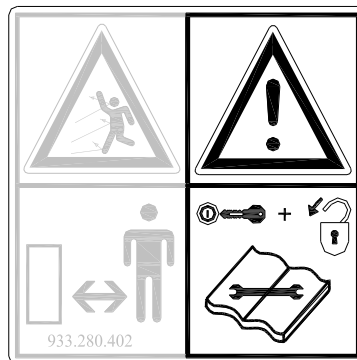
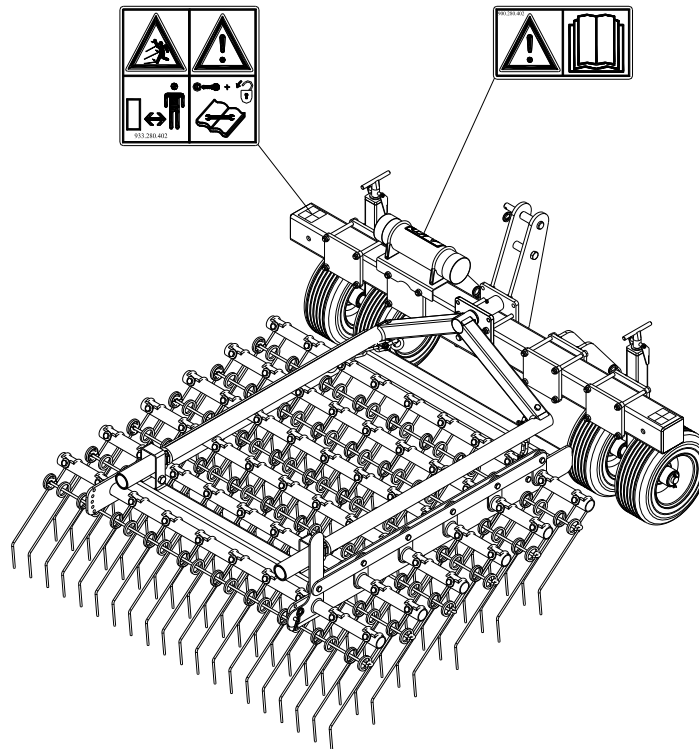

Fig. 2
Fig. 5
Bij onderhoud, afstellen en reparaties **altijd de tractormotor uitschakelen en de tractorsleutel uit het contact halen** (Fig.2)
Aan weerszijden van de Verti-Rake zijn (Fig. 5) veiligheidsstickers (Fig. 2,3,4) aanwezig met een gelijklopende betekenis. Deze veiligheidsstickers moeten altijd goed zichtbaar en leesbaar zijn en moeten, wanneer deze beschadigd zijn, worden vervangen.
(7) Plaatsing veiligheidsstickers. (Fig. 5)